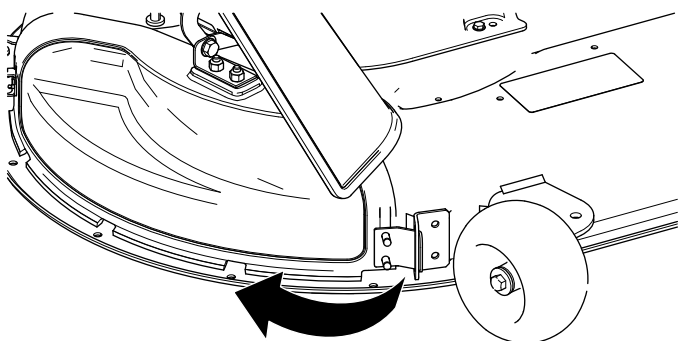

Bild 15
4. Drehen Sie die Auswurfkanalabdeckung nach hinten und zum Mähwerk, sodass die Auswurfkanalabdeckung mit dem Mähwerk bündig ist (Bild 15).